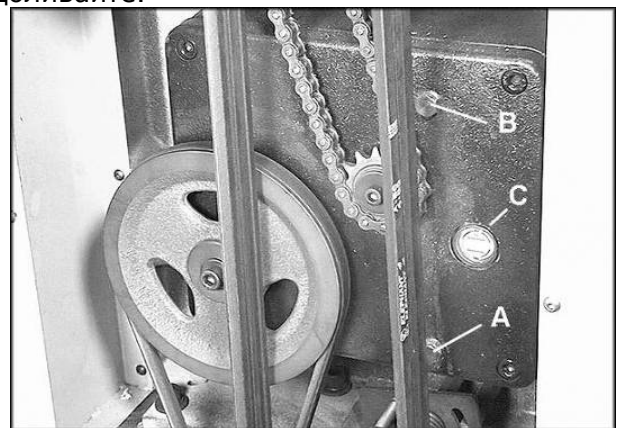

Рис. 20
1. Откройте сливную пробку (А, Рис. 20) и крышку заливной горловины (В, Рис. 20). Слейте грязное масло.
2. Затяните сливную пробку (А, Рис. 20).
3. Залейте через отверстие чистое масло на 60-90 % (В, Рис. 20).
4. Затяните крышку заливной горловины (В, Рис. 20).
Через смотровое окно (С, Рис. 20) периодически проверяйте уровень масла, при утечке доливайте.